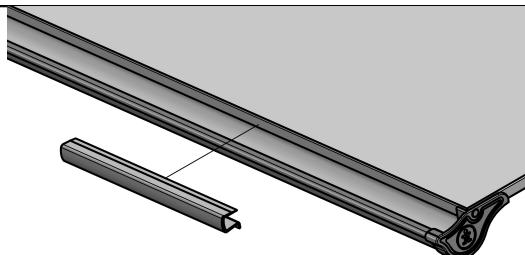

Рис. 17
4.5.8. На столешницу надеть линейку с упором (поз. 1, пакет №2) согласно рис. 17.